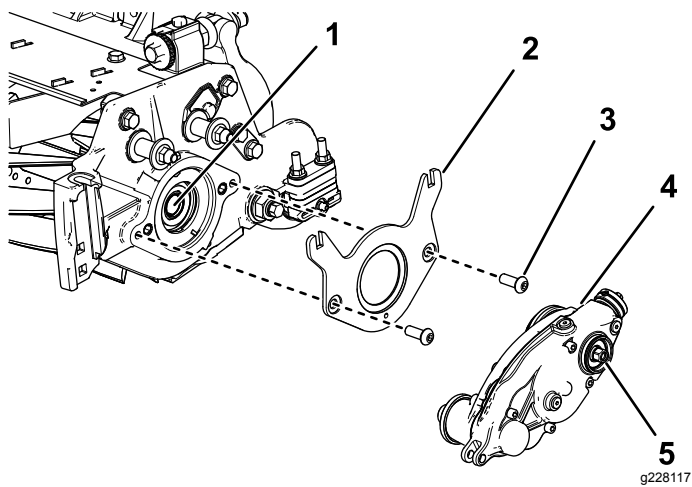

Figura 8
2. Fije el soporte de los pesos al molinete con 2 pernos allen de cabeza redonda ($\frac{3}{8}$ " x $\frac{3}{4}$ "), como se muestra en Figura 8.
3. Aplique fijador de roscas de resistencia media (por ejemplo, Loctite® 243 azul) a las roscas del eje interno del molinete (Figura 8).
4. Conecte la caja de transmisión del groomer al eje del molinete (Figura 8) usando la cabeza hexagonal de la caja de transmisión del groomer.